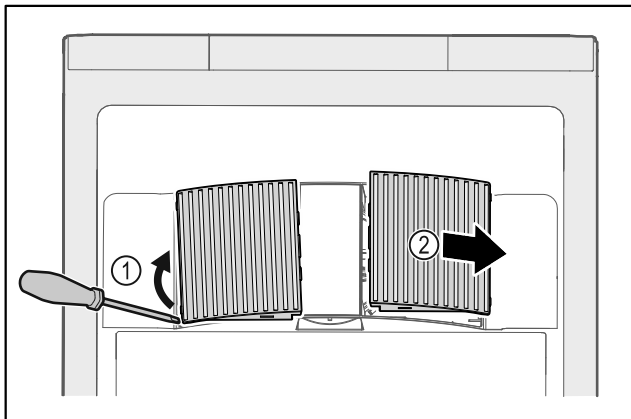

Fig. 173
- ▶ Nxirri jashtë duke i ngritur lart me kujdes kapakët mbulues të ventilatorit nga anash Fig. 173 (1) dhe hiqini nga përpara Fig. 173 (2).